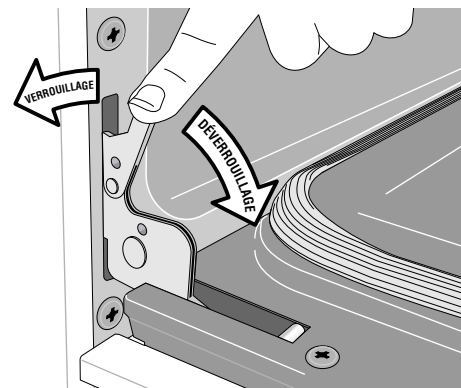

Fig. 2
4. Poussez les verrous des charnières de droite et de gauche vers le haut et dans le cadre du four jusqu'à ce qu'ils soient en position verrouillée (fig. 2).